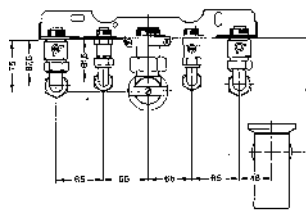

Рис. 8. Монтажная плата в собранном виде
- Вывинтить винт вниз с правой стороны ①, оба рычага отжать вниз ②, оболочку кожуха подвинуть вперед и поднять вверх ③.
- Установить монтажную плату, краны, газовый кран, присоединительную арматуру для холодной и горячей воды и сифонную воронку, рис. 8.